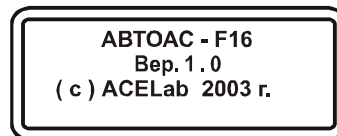

Рис. 5. Версия базовой микропрограммы прибора.
После подачи питания на дисплее прибора высвечивается название прибора и версия базовой микропрограммы, рис.5.
3. После подключения индикатор питания прибора должен загореться. На дисплее прибора отобразится название прибора и версия базовой микропрограммы, рис. 5.